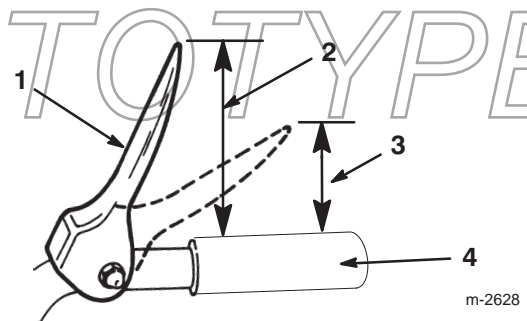

Figura 10
3. Regolate verso l'alto o il basso il dado di bloccaggio flangiato sull'asta di trazione superiore, finché la distanza tra l'estremità superiore dell'impugnatura e l'estremità inferiore della leva di comando della trazione non è di circa 12,7 cm, come riportato nella Figura 10.
Nota: La regolazione è esatta quando le ruote cessano di girare indietro e la distanza fra la parte superiore dell'impugnatura e la base della leva di comando della trazione è di 7,6 – 10,2 cm., come riportato nella Figura 10.